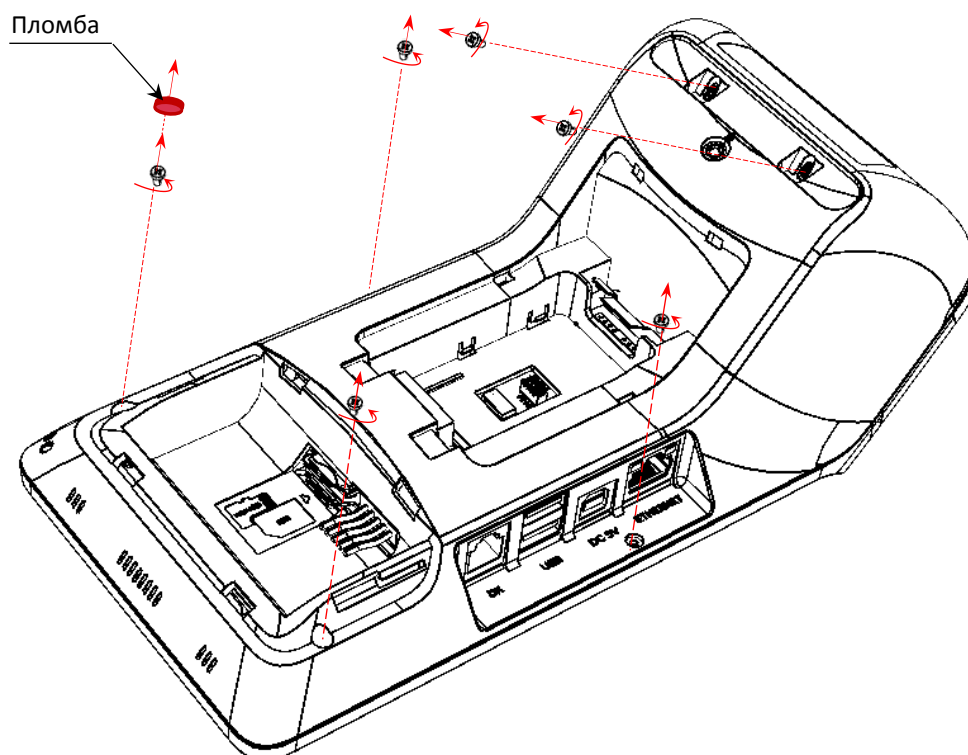

Рисунок 15. Винты крепления верхней и нижней части корпуса смарт-терминала
19. Вкрутить винты крепления верхней части к нижней части корпуса (рисунок 15).
14. Вкрутить винты крепления верхней части к нижней части корпуса (рисунок 15).